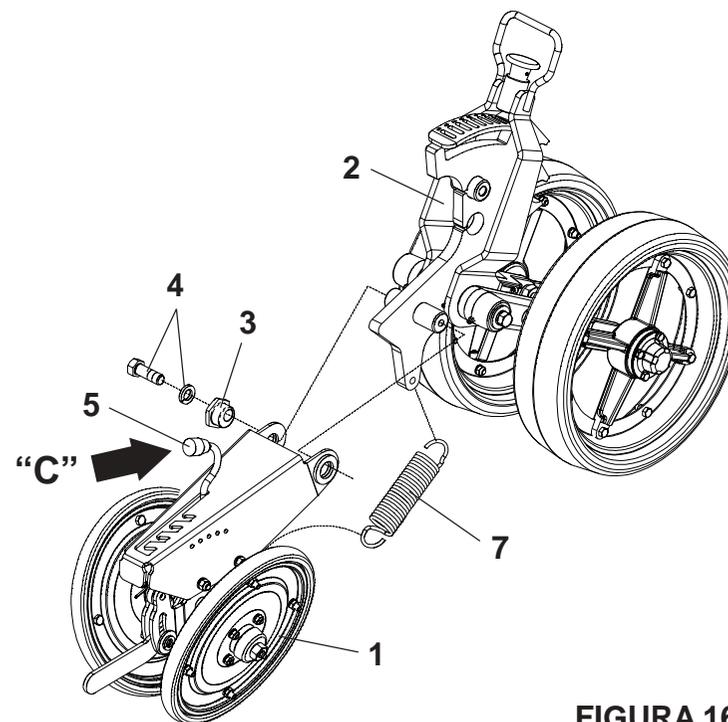

FIGURA 16
### MONTAGEM DOS CARRINHOS ( FIGURA 16 ) SPA MEGA FLEX 4000 / 4500 / 5000 / 5500
2 - Em seguida, coloque a alavanca (5) totalmente para frente conforme e engate a mola (6) na alavanca (5) e no suporte do carrinho da roda de profundidade (2), **conforme mostra a figura 16.**